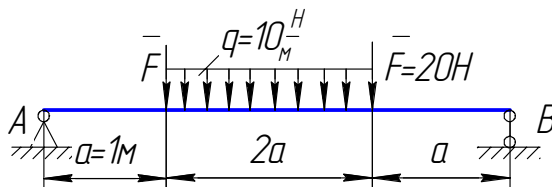

Рис. 20
48. Построить эпюры изгибающих моментов и поперечных сил для балки, показанной на рис. 20. Найти диаметр круглого поперечного сечения балки при $[\sigma] = 110 \text{ МПа}$